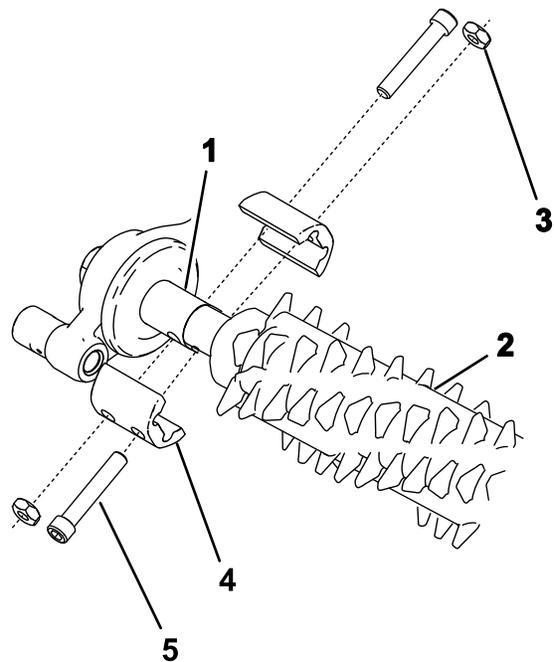

Рисунок 23
2. Совместите механическую щетку с блоком привода механической щетки и натяжным роликом в сборе (Рисунок 23).
3. Прикрепите механическую щетку к машине, как показано на Рисунок 23, и затяните болты.